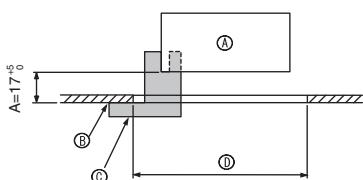

Fig. 9-2
① Rooster	1	950 x 950 (mm)
② Schroef met vaste ring	4	M5 x 0,8 x 25
③ Meetplaatje	1	(In vier delen verdeeld)
④ Bevestigingsklem	3
⑤ Schroef	4	4 x 8
⑥ Schroef	1	4 x 12
⑦ Draadloze afstandsbediening	1	voor PLP-6BALM
⑧ Afstandsbediening met draad	1	voor PLP-6BAMD
9.2. Voorbereidingen om het rooster vast te maken (Fig. 9-2)
- Gebruik het meetplaatje ③ dat bij deze kit wordt meegeleverd om de positie van het apparaat ten opzichte van het plafond in te stellen en te controleren. Als het apparaat ten opzichte van het plafond niet juist wordt geïnstalleerd, kan er door luchtlekkage vochtcondensatie optreden.